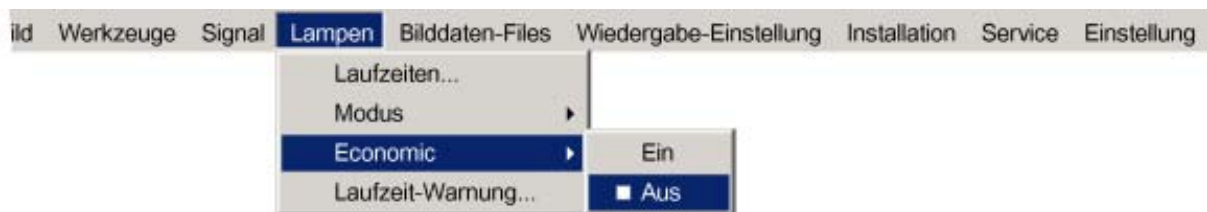

Abbildung 11-5
2. Drücken Sie → zur Auswahl des Menüs *Lampen*. (Abbildung 11-5)